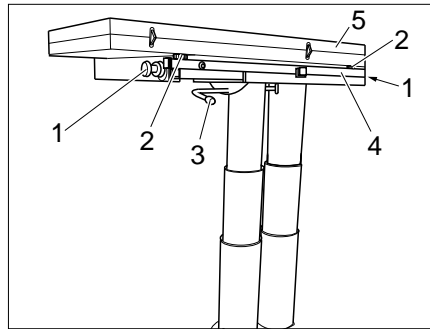

Bild 112 Tisch vergrößern
- Rändelschrauben (Bild 112,1) an beiden Seiten lösen.
- Verriegelungshebel (Bild 112,3) nach links schwenken. Der Hubtisch ist entriegelt.
- Tischunterbau (Bild 112,4) herausziehen.
- Tischhälfte (Bild 112,5) ausklappen.
- Gewünschte Höhe der Tischplatte mit den zwei Einstellschrauben (Bild 112,2) einstellen.
- Verriegelungshebel (Bild 112,3) nach rechts schwenken. Der Hubtisch ist verriegelt.
- Verriegelungshebel (Bild 112,3) lösen.
- Tischhälfte (Bild 112,5) einklappen.
- Zwei Einstellschrauben (Bild 112,2) eindrehen.
- Tischunterbau (Bild 112,4) einschieben.
- Den Verriegelungshebel (Bild 112,3) nach rechts schwenken. Der Hubtisch ist verriegelt.
- Rändelschrauben (Bild 112,1) an beiden Seiten festziehen.
- Den Verriegelungshebel (Bild 112,3) nach links schwenken. Die Verriegelung ist offen.
- Ggf. die Einstellschrauben (Bild 112,2) eindrehen.